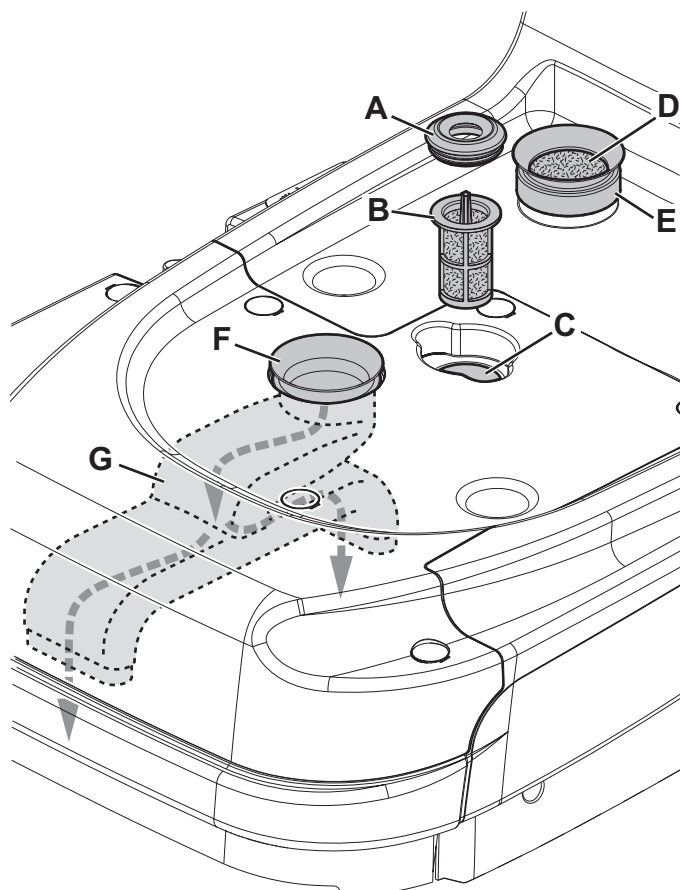

Figure 12
1. Déposer le bac des réservoirs (13) du corps de la machine en utilisant la poignée (15).
2. Démontez le joint en caoutchouc (A, fig. 12), puis enlever la crépine filtrante (B).
3. Les nettoyer et les remettre en place (C).
4. Enlever le filtre à air (D) et le nettoyer.
5. Remonter le filtre dans le logement du joint (E).
*Les joints (E) et (F) permettent la création d'une dépression dans le système, nécessaire à l'aspiration de l'eau de récupération.*
6. Contrôler et nettoyer le joint (E) du moteur du système d'aspiration.
7. Contrôler et nettoyer le joint (F) du conduit d'eau de récupération.
8. Rincer l'intérieur du conduit (G) à l'eau courante.